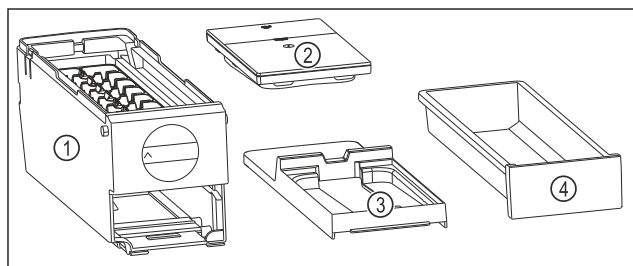

Fig. 246 Bestandteile des EasyTwist-Ice
- EasyTwist-Ice ist in vier Teile zerlegt. (siehe Fig. 246)
- EasyTwist-Ice nur in abgebildete Bestandteile zerlegen. (siehe Fig. 246)
- EasyTwist-Ice-Korpus Fig. 246 (1) als Ganzes reinigen.